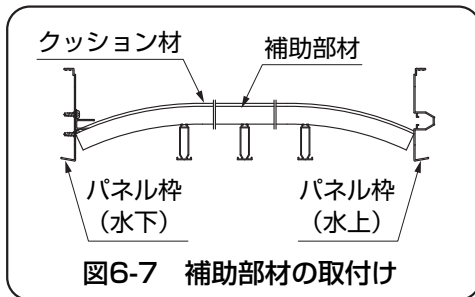

図6-7 補助部材の取付け
- 両端部のパネル差込みのため、補助部材の両端部はたわませてパネル枠に固定します。(図6-7参照)